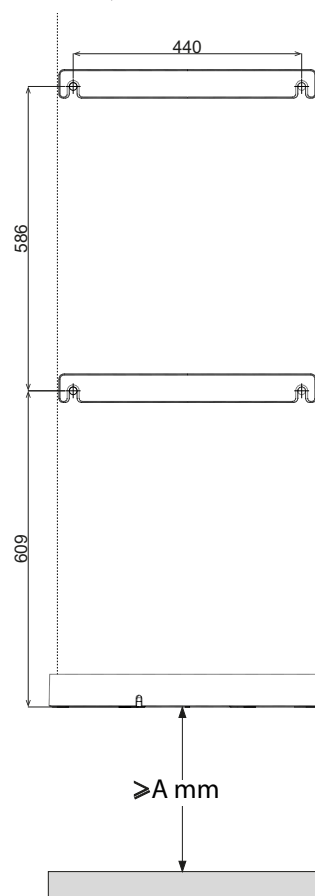

fig. 25- Indicație privind găurirea (vezi „fig. 20 - Distanțe minime” la pag. 217)
- Găuriți conform indicațiilor din fig. 25.